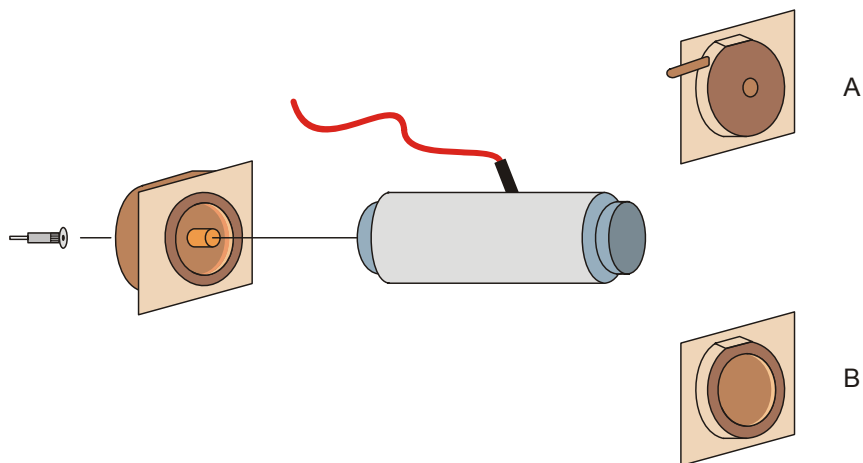

Fig. 6 Zusammenbau der Ionisationskammer (A für verminderten Druck, B für normalen Luftdruck)
- Ionisationskammer gemäß Fig. 6 zusammensetzen.